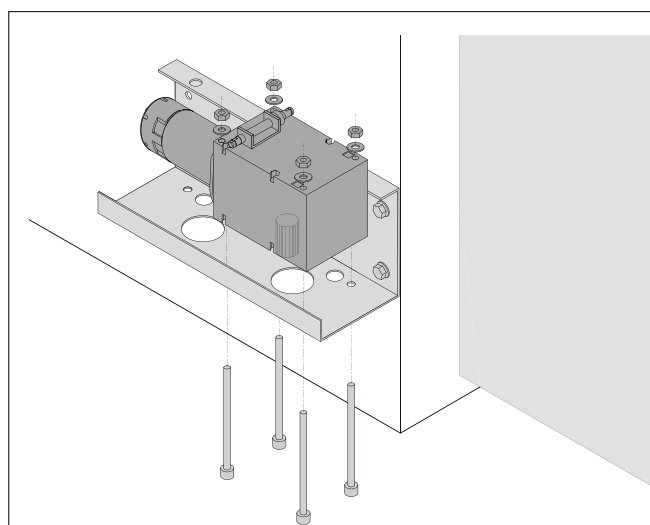
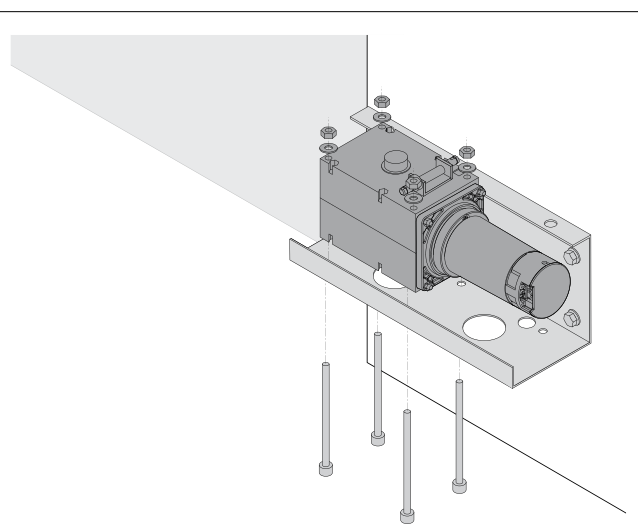

Fig. 5
Fig. 6
- Remonter le réducteur sur la plaque de fixation en faisant référence au fig. 5 pour le montage sur le pilier gauche vue intérieure, au fig. 6 pour le montage sur le pilier droit vue intérieure.